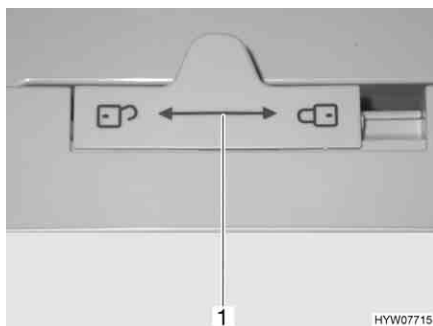

Fig. 193 Bloccaggio della porta del frigorifero (serie Dometic 7)
- Spostare il dispositivo di bloccaggio (Fig. 193,1) verso sinistra "🔓".
- Spostare il dispositivo di bloccaggio (Fig. 193,1) completamente verso destra "🔒".